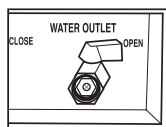

Fig. 7
2. Ouvrir (position "OPEN") la valve de vidange ("WATER OUTLET") pour vider la cuve (Fig. 7)